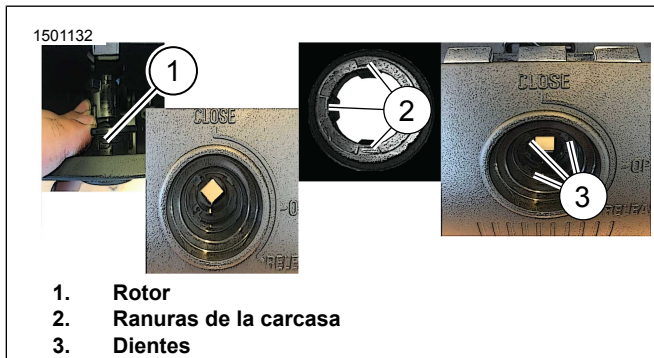

Figura 7. Caja
- Figura 7 Coloque el rotor (1) a mano.
- Figura 7 Alinee tres ranuras (2) en la carcasa a tres dientes (3) en la palanca de liberación.